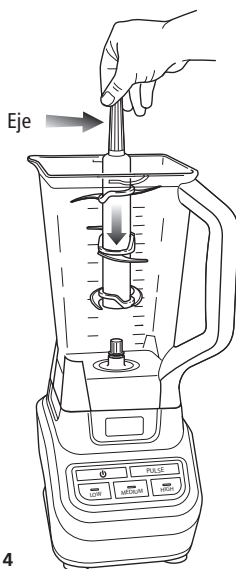

Fig. 4
- 5 Sosteniendo el mecanismo de las cuchillas por el vástago, colóquelo sobre el eje del motor, dentro de la jarra. (Fig. 4) Verifique que las cuchillas encajen sobre el eje del motor y de que el vástago quede derecho.